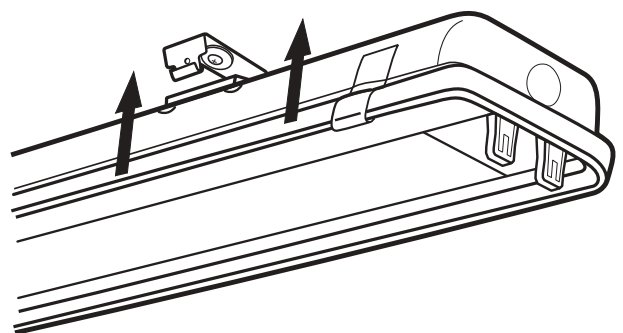

Figure 6
- 6A. Lift fixture housing to mounting brackets** and snap in place. **See Fig. 6.** Fixture is now secure.
- 6A. Soulever le boîtier du luminaire jusqu'aux supports de montage** et l'enclencher dans chaque support. **Voir la figure 6.** L'appareil est maintenant en place. **Passer à l'étape 9 (page 9)**
- 6A. Levante la caja de la luminaria los soportes** de montaje y cierre a presión. **Vea Fig. 6.** Luminaria esta asegurada. **Proceda al Paso 9 (pagina 9).**